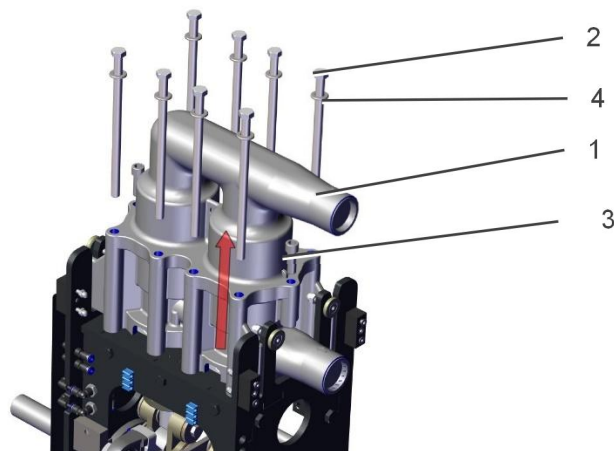

Abb. 5-2: Demontage des Zylinderdeckels
1. Alle acht Sechskantschrauben M12x220 (2) und Unterlegscheiben (4) mit einem 19 mm Ringschlüssel herausschrauben.
2. Beide Zylinderkopfschrauben M12x35 (3) mit einem 10 mm Innensechskantschlüssel herausschrauben.
3. Zylinderdeckel (1) nach oben in Pfeilrichtung abnehmen (Abb. 5-2: Demontage des Zylinderdeckels).